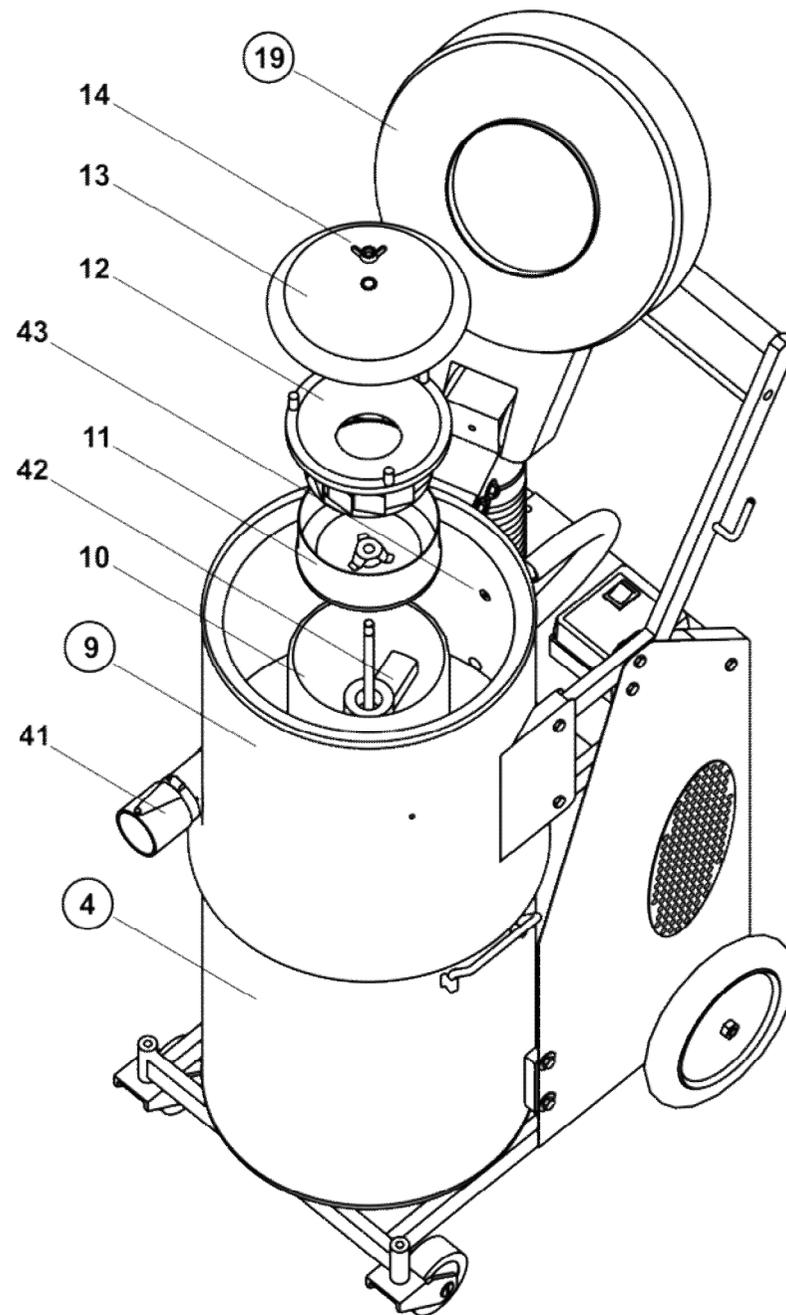

Рисунок 26. Устройство пылесоса.
7.3.6. Опустить бак 9 и поднять крышку 19 (Рисунок 26).